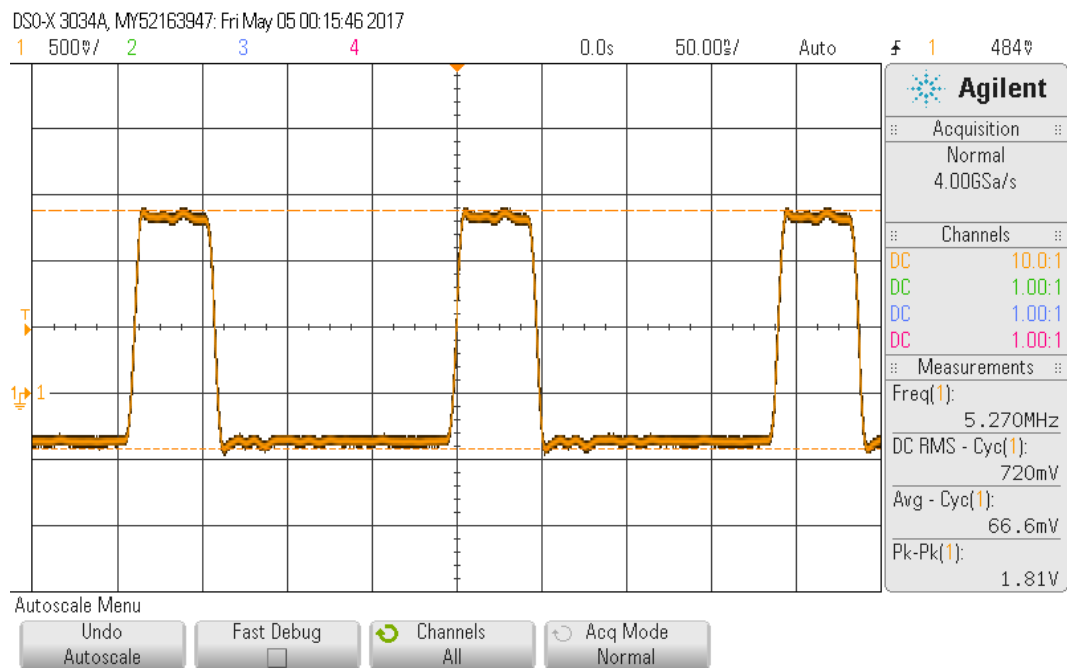

Figure 10: Oszilloskop Rechtecksignal bei 50Ω
- Mittels Quick-Measure Funktion werden nochmals die gleichen Messwerte am Oszilloskop gemessen. Aus Abbildung 10 werden die Messwerte 15 abgelesen.